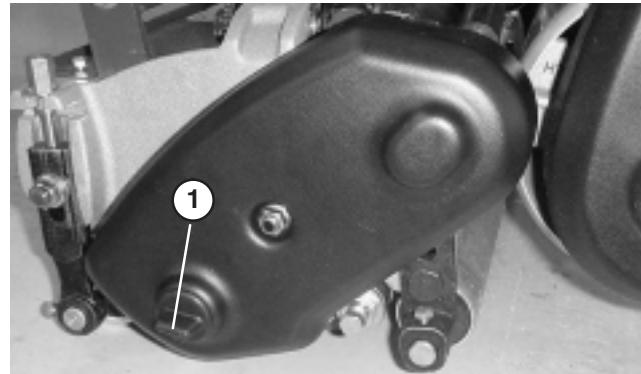

Bild 52
- Nehmen Sie die Schraube von der Spindelantriebsabdeckung an der linken Seite der Spindel ab (Bild 52).